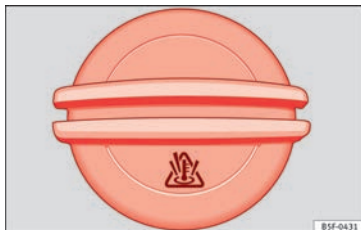

Fig. 171 Nel vano motore: Tappo del serbatoio di compensazione del liquido di raffreddamento.
- Il serbatoio di compensazione del liquido di raffreddamento si riconosce dal simbolo » » sul tappo » » fig. 171.